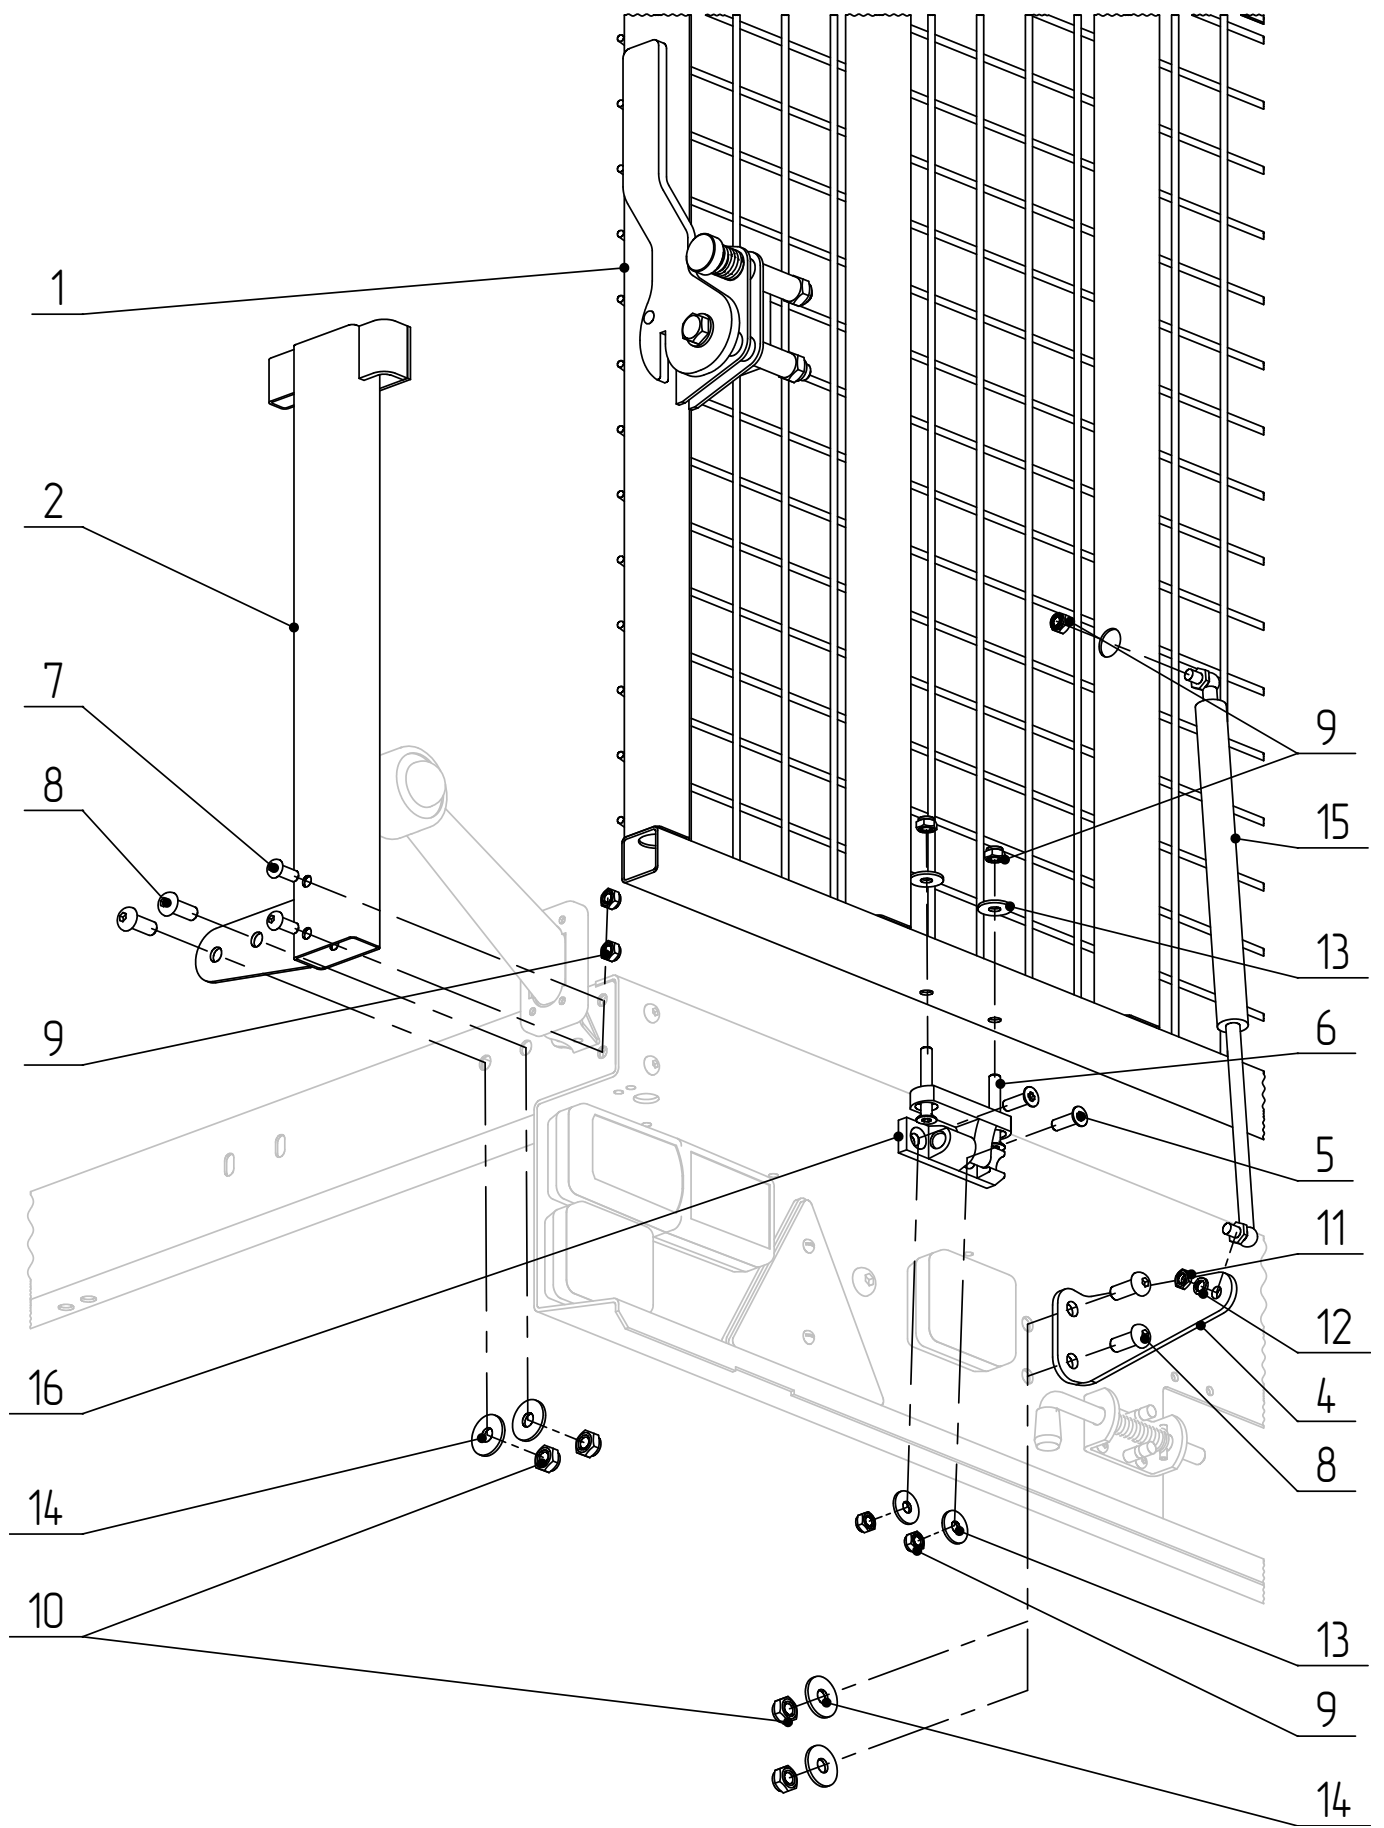

Рис. 5 – Установка изделия.
Порядок установки (Рис. 5), показана левая сторона прицепа по направлению движения:
5) установить газовые упоры поз. 15 как показано на рис. 5 при помощи гаек поз. 9, гаек поз. 11 и шайб поз. 12, моменты затяжки по таблице 4 верхняя строчка (для винтов класса прочности 5.8).